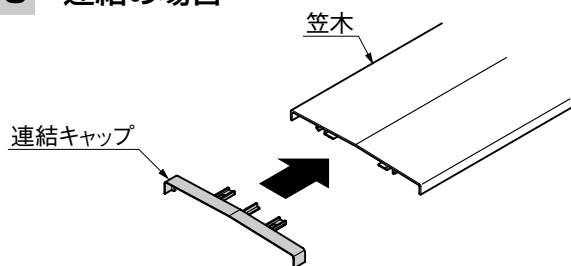

図13-11
- ① 連結キャップを笠木にはめ込んでください。(図13-11参照)